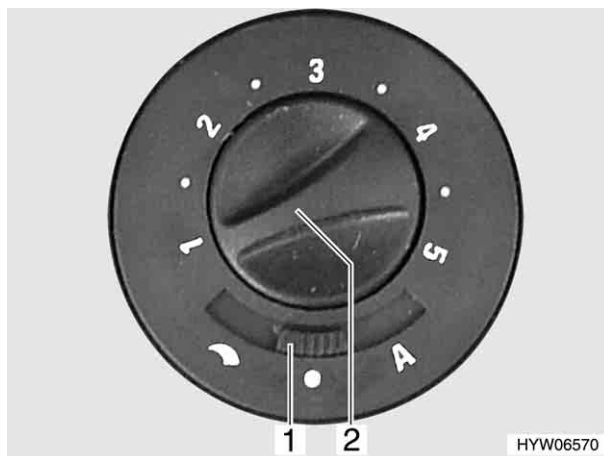
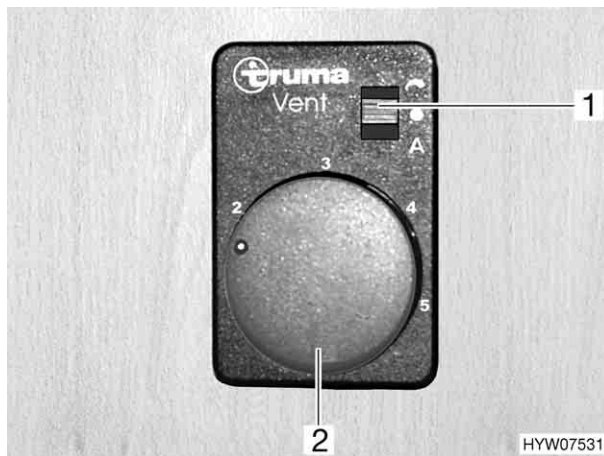

Fig. 81 Interruttore di comando per la ventola di ricircolo dell'aria (variante 1)
Fig. 82 Interruttore di comando per la ventola di ricircolo dell'aria (variante 2)
- Impostare la modalità di funzionamento desiderata tramite l'interruttore a scorrimento (Fig. 81,1 o Fig. 82,1).
- Impostare con la manopola (Fig. 81,2 o Fig. 82,2) la prestazione desiderata della ventola di ricircolo dell'aria (regolazione manuale) oppure limitarla (funzionamento automatico).